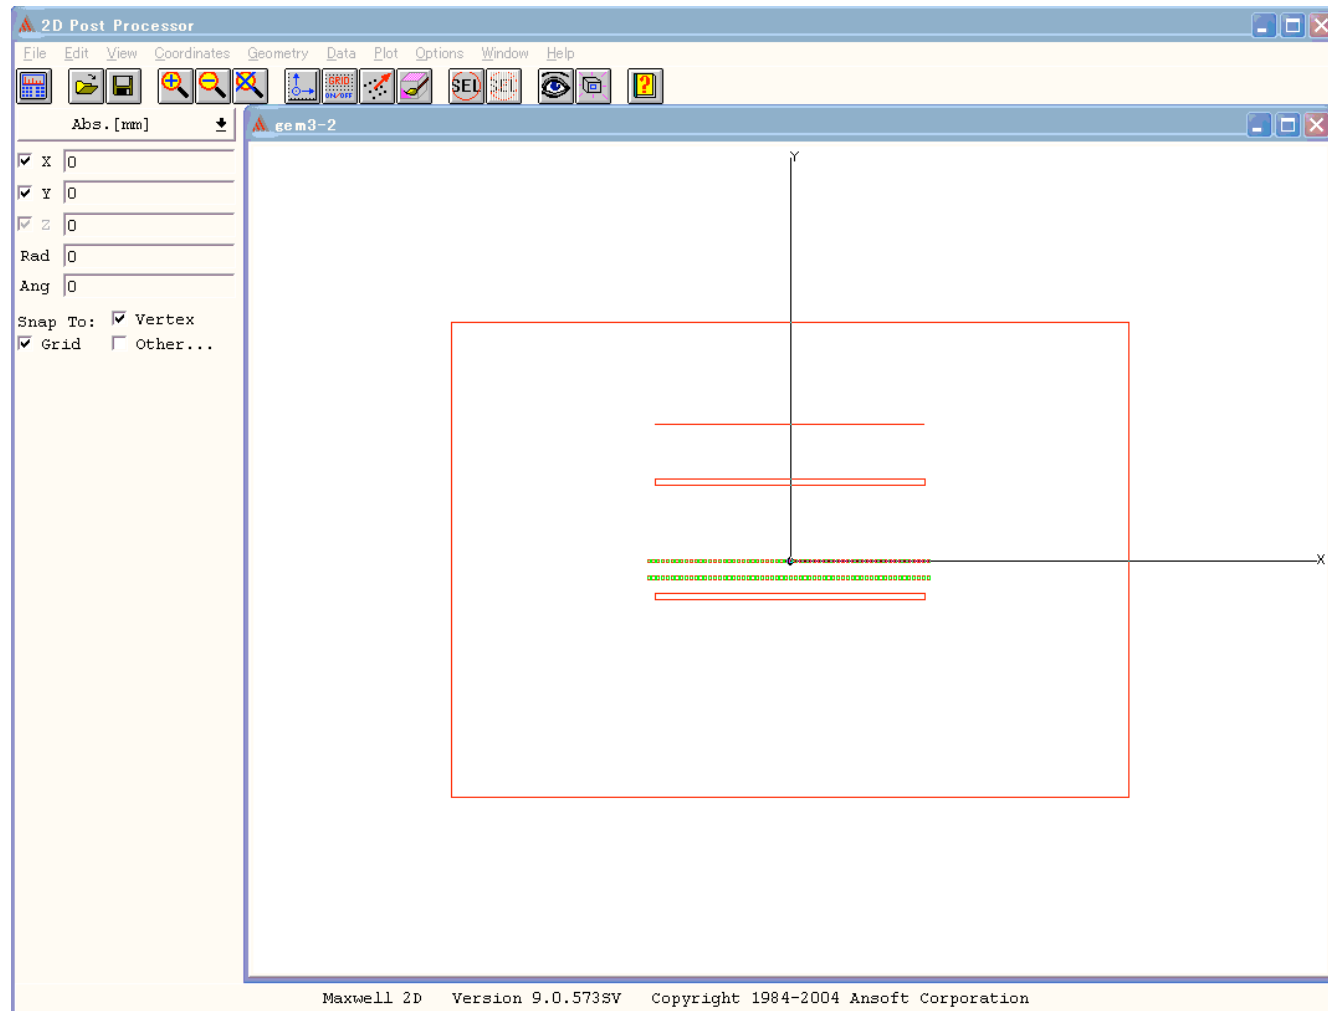

図7
6.Post Process → window(図7)が開く。Solveの結果をいろいろと見られる。